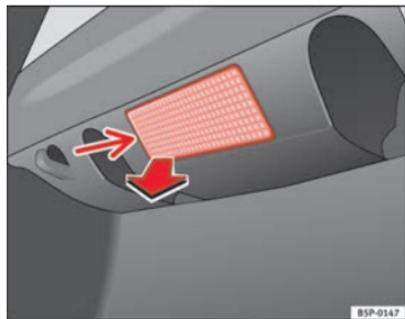

Fig. 149 Éclairage du coffre à bagages
- Retirez la tulipe en faisant pression sur le rebord de la partie intérieure de celle-ci -flèche- à l'aide d'un tournevis plat ⇒ fig. 149.